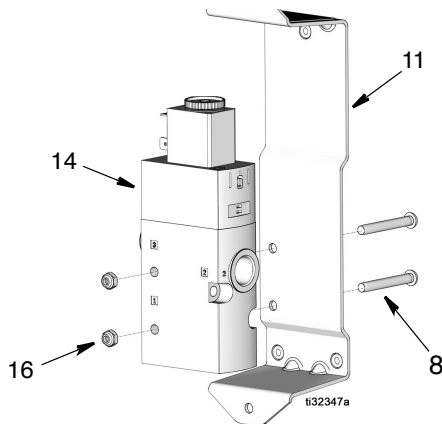

图 29
- 将电磁阀 (14) 与支架 (11) 对齐。按照图 29 所示安装两个螺丝 (8) 和螺母 (16) 以将电磁阀 (14) 固定到支架 (11)。牢牢地拧紧螺丝。